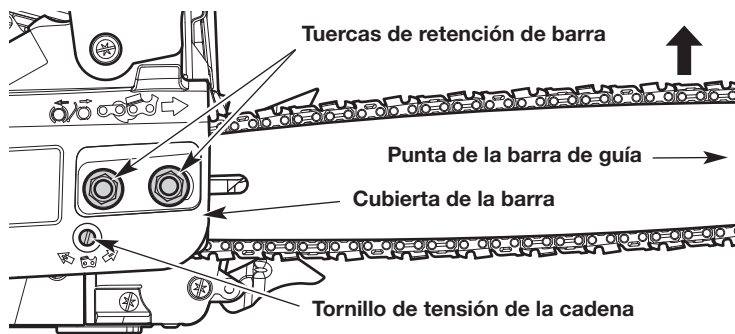

Fig. 27
**NOTA:** Una cadena de sierra nueva tiende a estirarse y necesitará un reajuste luego de unos cinco (5) cortes. Esto es normal durante el período de ablande. El intervalo entre los ajustes futuros se alargará rápidamente.
2. Utilice una herramienta multiuso o una llave de 1/2 pulgada (13 mm) para aflojar levemente las tuercas de retención de la barra (Fig. 27). **NO** saque completamente la tapa de la barra.
3. Sostenga la punta de la barra de guía hacia arriba y con un destornillador de cabeza plana gire el tornillo de tensión de la cadena (Fig. 27).